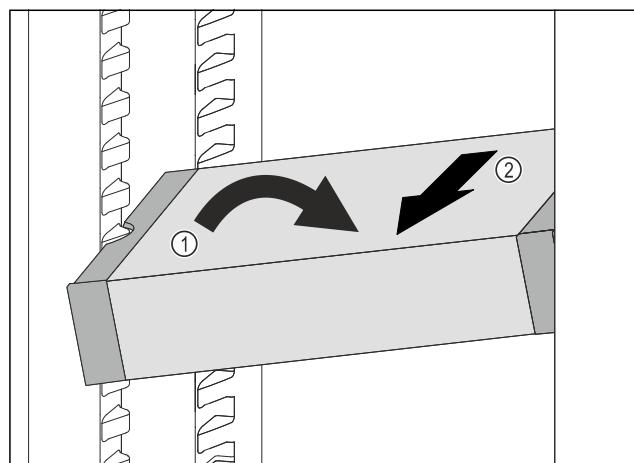

Fig. 46
- Встановити VarioSafe під кутом в охолоджувальному відділенні. Fig. 46 (1)
- Витягнути VarioSafe вперед. Fig. 46 (2)